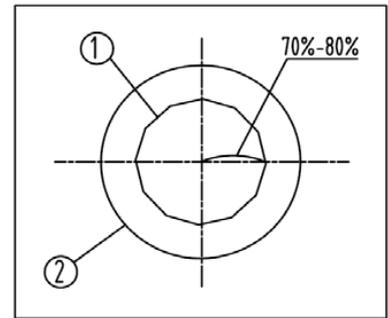
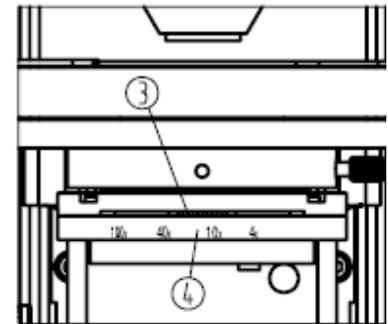

Figura 16
Figura 17
2. Debido al pobre contraste de la mayoría de preparaciones, para obtener una mayor calidad de imagen mueva la palanca de ajuste del diafragma iris del condensador (3) hasta la posición del objetivo (4) (Figura 17) que esté utilizando. Esto implica ajustar la abertura del diafragma en un 70-80% de la abertura numérica del objetivo. Si fuera necesario, quite uno de los oculares y, mirando a través del tubo abra o cierre el diafragma iris hasta obtener una imagen como la de la figura 16. (No olvide subir o bajar el condensador para enfocar el diafragma iris).
En la figura 16, el número 1 indica la abertura del diafragma iris, y el número 2 el campo externo del objetivo empleado.